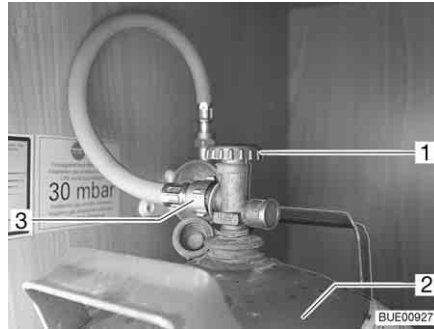

Fig. 84 Compartiment à gaz
- Fermer le robinet principal (Fig. 84,1) de la bouteille de gaz (Fig. 84,2). Observer le sens de la flèche.
- Dévisser à la main la lyre (Fig. 84,3) de la bouteille de gaz (filetage à gauche).